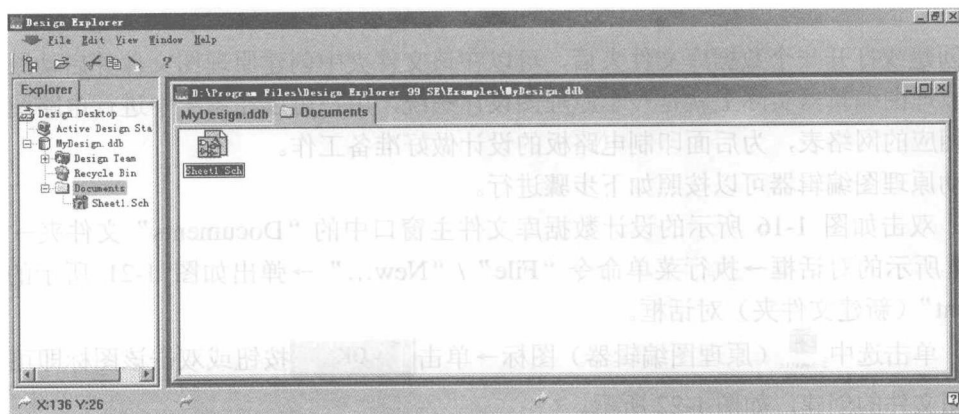

图 1-22 创建新的原理图文件
(2) 单击选中 （原理图编辑器）图标→单击  按钮或双击该图标即可完成新的原理图文件的创建，如图 1-22 所示。